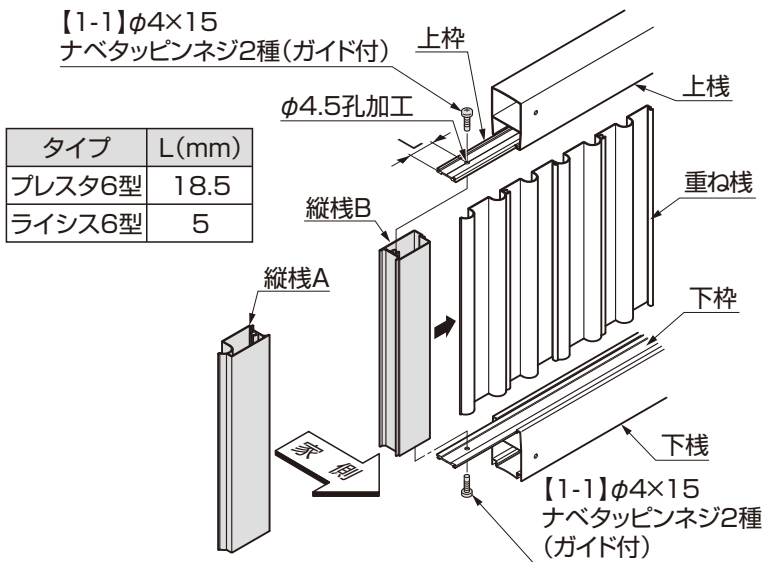

図3-1
①上・下棧を左右にスライドし、上・下棧に図3-1を参照してφ4.5の孔をあけてください。
②重ね棧を縦棧に挟み込み、縦棧を【1-1】で上・下棧に取付けてください。